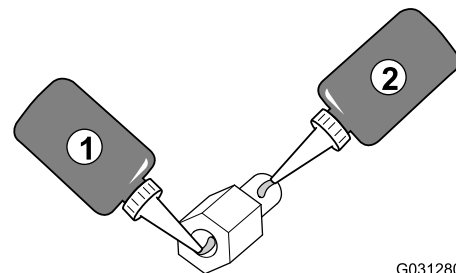

Bild 156
- Tragen Sie Gewindesperrmittel mittlerer Stärke auf das Gewinde des Mutterteils des Gewindeabstandsbolzens auf (Bild 156).
4. Tragen Sie Gewindesperrmittel mittlerer Stärke auf das Gewinde des Bolzenteils des Gewindeabstandsbolzen auf (Bild 156).